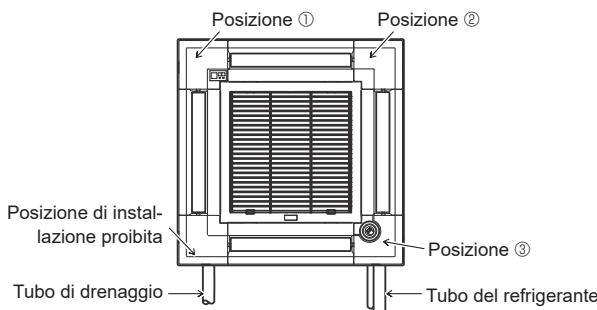

Fig. 9-11
Il pannello angolare del ricevitore di segnale non può essere installato sul lato del tubo di drenaggio per l'unità principale. (Fare riferimento alla Fig. 9-11)
- Il pannello angolare i-see sensor deve essere fissato alla griglia ① con la vite ③.
- * Se la posizione dell'i-see sensor è stata cambiata dalla posizione predefinita (posizione ③) in un'altra, modificare le impostazioni della funzione. (Fare riferimento a pagina 12 e alla Fig. 9-11)
- Il pannello angolare i-see sensor non può essere installato sul lato del tubo di drenaggio per l'unità principale. (Fare riferimento alla Fig. 9-11)